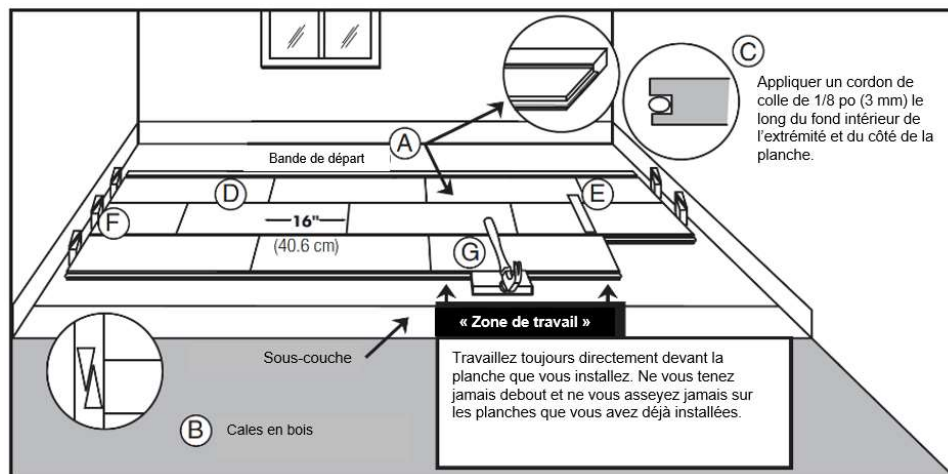

Figure 14
- Choisissez la première planche. Toutes les installations devraient commencer avec le côté sur lequel se trouve la languette appuyé contre le mur en utilisant les plus longues planches disponibles. Appliquez un cordon de colle continu de 1/8 po (3 mm) dans le fond intérieur de la rainure à l'extrémité de la planche. N'appliquez pas de colle sur le côté de la rainure pour l'instant (**article C, Figure 14**). Les produits qui ont la languette à l'extrémité du côté gauche doivent être installés de droite à gauche, ceux avec la languette à l'extrémité opposé doivent être installés de gauche à droite (**article D, Figure 14**). Si une planche sacrificielle a été utilisée, retirez-la et ne collez **PAS** la première rangée sur celle-ci;
- Finissez d'installer la première rangée. Coupez la dernière planche en laissant un espace de 1/2 po (13 mm) entre le mur et le plancher (utilisez l'extrémité restante de la planche coupée comme planche de départ pour n'importe quelle rangée après la troisième rangée). Installez une cale à l'extrémité de la planche entre le couvre-plancher de bois franc et le mur en laissant un jeu de dilatation de 1/2 po (13 mm). Évitez d'installer toute planche d'une longueur de moins de 16 po (40,6 cm) dans les quatre premières rangées (**article F, Figure 14**);
- Utilisez une barre de traction pour tirer la dernière planche bien en place à partir de l'extrémité opposée. Installez des cales dans le jeu et resserrez les planches (**article B, Figure 14**). Si de la colle se retrouve sur la surface du couvre-plancher, essuyez-la immédiatement avec un chiffon humide propre;
- Coupez ou utilisez une planche plus courte pour la première planche de la deuxième rangée. Entamez la deuxième rangée en appliquant un cordon de colle de 1/8 po (3 mm) le long du fond intérieur des rainures de l'extrémité et latérale de la nouvelle planche. Installez la première planche de la deuxième rangée. Appliquez un cordon de colle sur le fond intérieur des rainures de l'extrémité et latérale de la prochaine planche et installez-la. Lorsque vous installez des planches les unes dans les autres, utilisez une cale de frappe en l'appuyant contre la languette et non contre la rainure (**article G, Figure 14**). Tapotez sur la cale de frappe avec un marteau pour insérer les planches fermement en place. **NE PAS** tapoter directement sur le bord avec le marteau. Finissez d'installer les deuxième, troisième et quatrième rangées en employant cette technique. Insérez des cales aux extrémités, au besoin, pour limiter le mouvement du plancher;